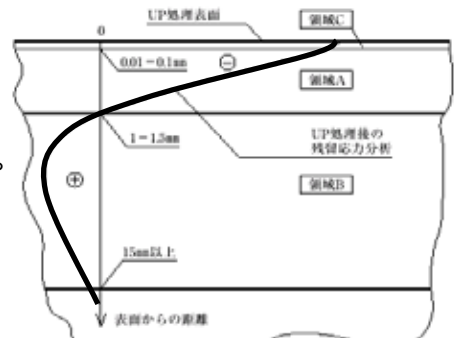

図 3
- 1) 材料表面層の引張残留応力を圧縮の残留応力に変える (図 3)